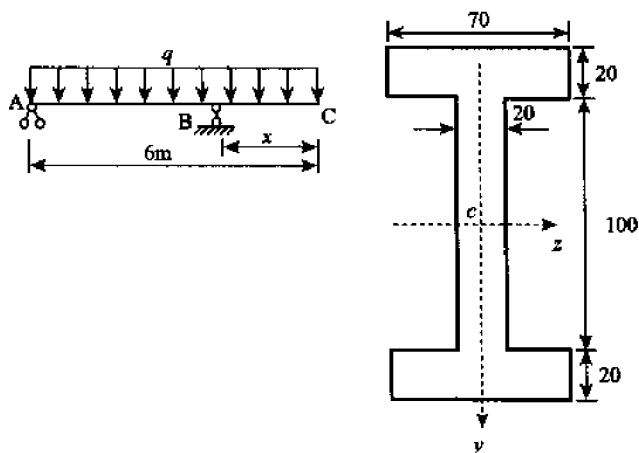

图 5-28
2. 图 5-28 为外伸梁, 截面为工字形, 求支撑 B 在什么位置时受到的荷载最大, 以及此时梁中的最大剪切应力?